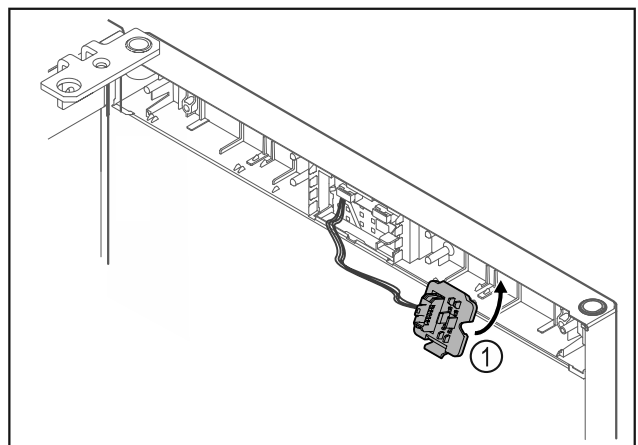

Fig. 19
- Fixați în poziție suportul fișei Fig. 19 (1) pe partea opusă.